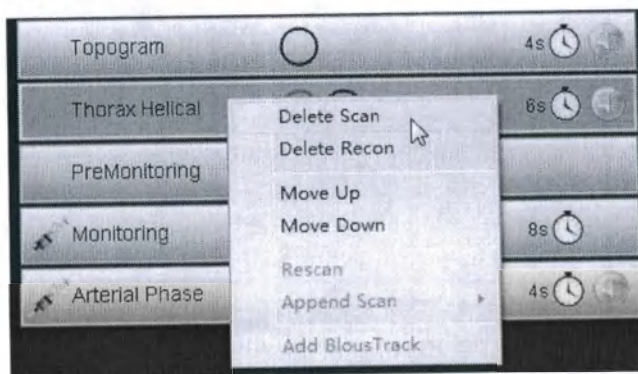

Рисунок 48 Удаление протокола сканирования
2. Щелкните по протоколу правой кнопкой мышки, после чего всплывет контекстное меню. Выберите удалить протокол (Delete Scan) (см. рис. 48), после чего он исчезнет из списка.
2. Щелкните по протоколу правой кнопкой мышки, после чего всплывет контекстное меню. Выберите удалить протокол реконструкции (Delete Recon) (см. рис. 48), после чего он исчезнет из списка.